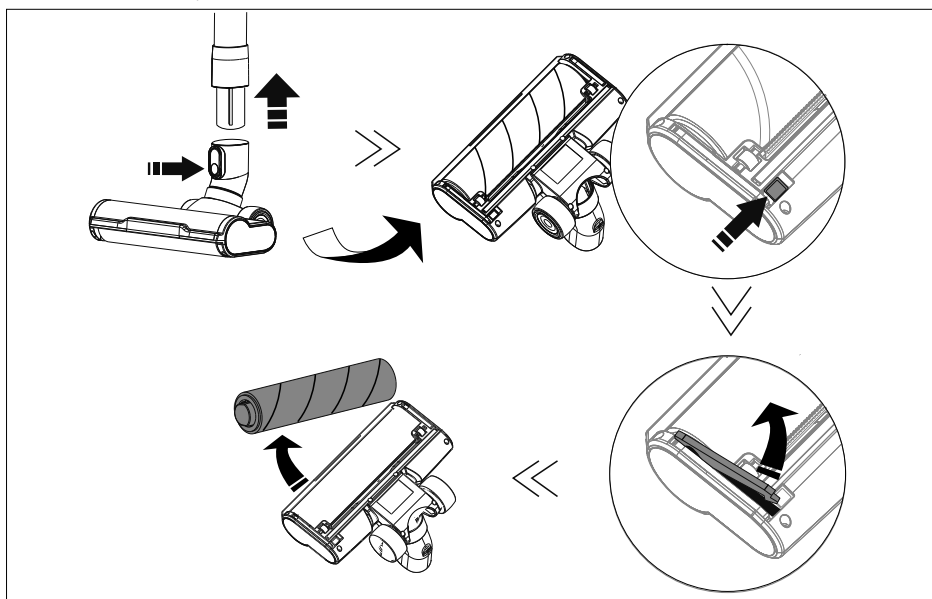

Fig. 11
- ▶ Appuyez sur le bouton de déverrouillage situé sur la partie inférieure de la brosse plate pour ouvrir la trappe, comme le montre la figure 11.